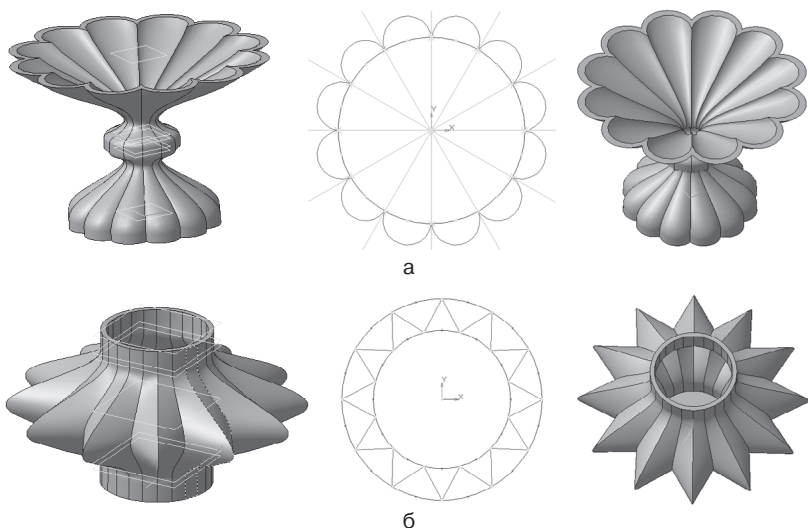

Рис. 278
1. Выполните творческую работу, создав элемент по сечениям (см. рис. 278):